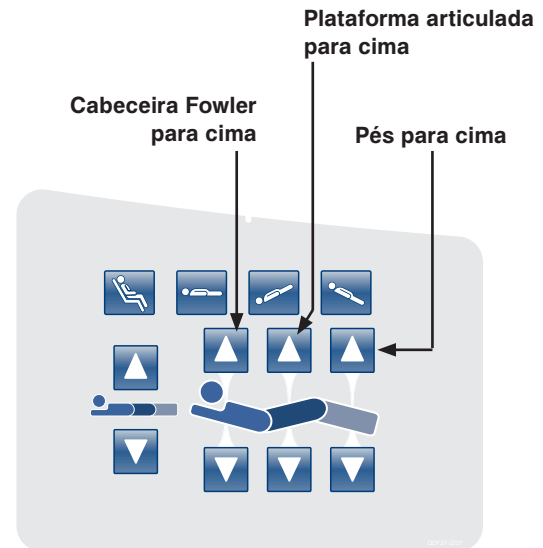

Figura 21: Painel de comando da grade lateral da cabeceira (lado direito mostrado)
22. Prima o botão **Cabeceira Fowler para cima** até a cabeceira Fowler atingir a altura mais alta, de seguida, prima o botão **Plataforma articulada para cima** até a plataforma articulada atingir a altura mais alta, por último, prima o botão **Pés para cima** até a secção dos pés atingir a altura mais alta (ver Figura 21). A secção dos pés deve ficar numa posição plana.